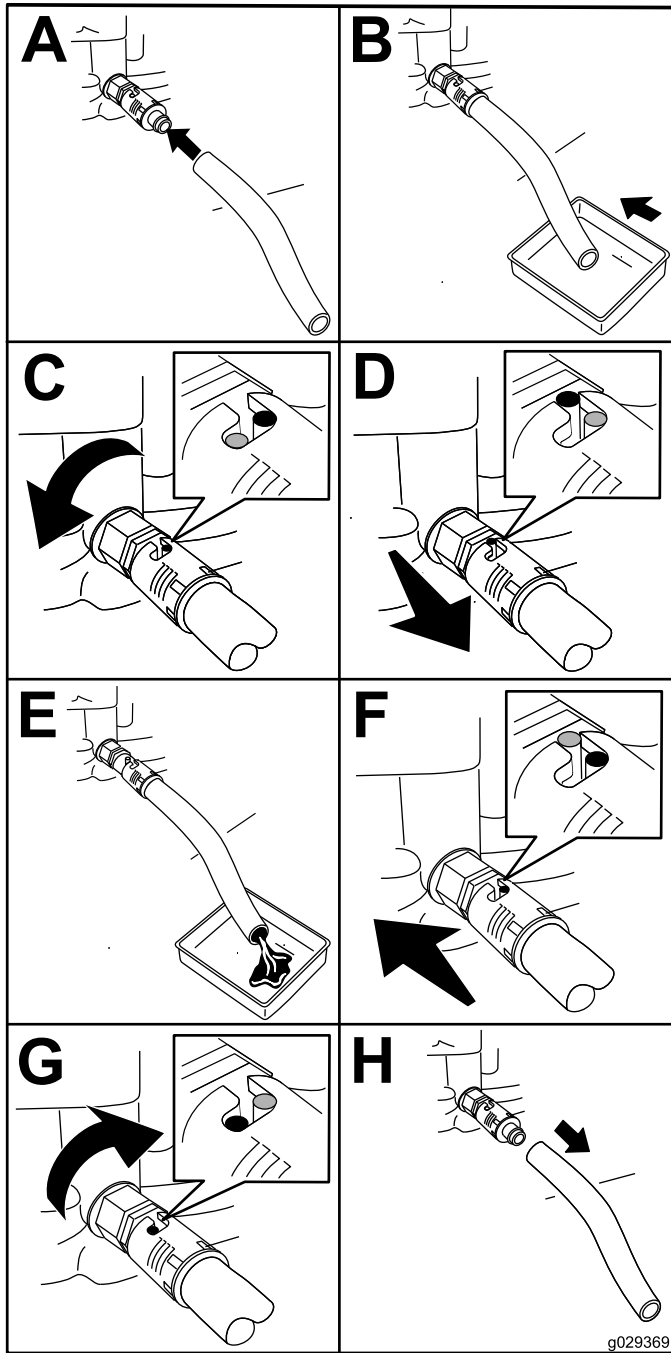

図 29
- ドレンバルブを右に 1/4 回転させてバルブを閉じる **図 29**。
- ドレンホース **図 29**を外し、こぼれたオイルをふき取る。
- ドレンバルブに、ドレンホースを接続する **図 29**。
- 容量 1 リットル程度の廃油受けの中にホースの端 **図 29**を入れる。
- ドレンバルブを左に 1/4 回転させ、エンジンオイルが完全に抜けるのを待つ **図 29**。